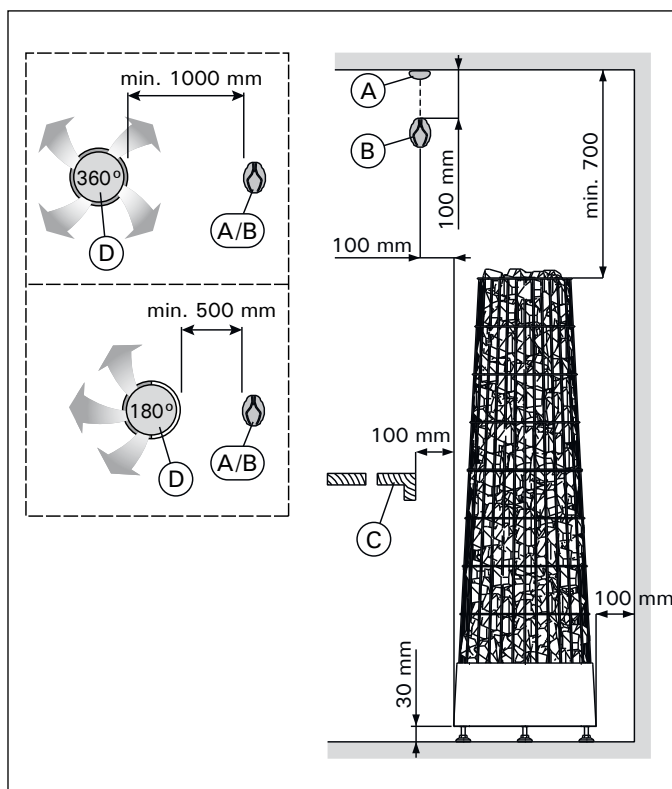
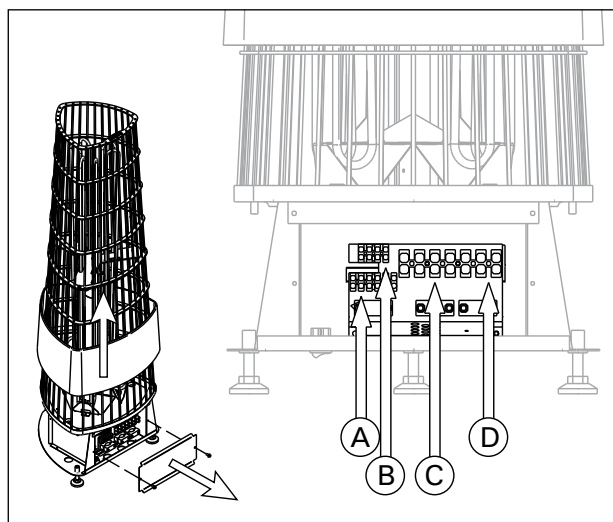

Рисунок 5. Расположение и безопасные расстояния
Рисунок 8. Разъемы нагревателя
Минимальное безопасное расстояние показано на рис. 5. При установке каменки обязательно соблюдение указанных значений. Несоблюдение указанных значений влечет за собой риск возгорания.
Элементы, представленные на рис. 5:
Разъемы нагревателя (рис. 8):
Установите датчик на стену сауны, как показано на рис. 5. Вставьте кабель датчика в разъем нагревателя по принципу цветового соответствия (рис. 8: B).
Внимание! Не устанавливайте датчик на расстоянии менее 1000 мм от ненаправленного вентилятора или на расстоянии менее 500 мм от вентилятора, действующего в направлении от датчика. См. рис. 5. Поток воздуха вблизи датчика охлаждает датчик и приводит к неточности показаний устройства управления. В результате возможен перегрев каменки.
4. Вставьте свободный конец кабеля передачи данных в разъем нагревателя по принципу цветового соответствия (рис. 8: A).